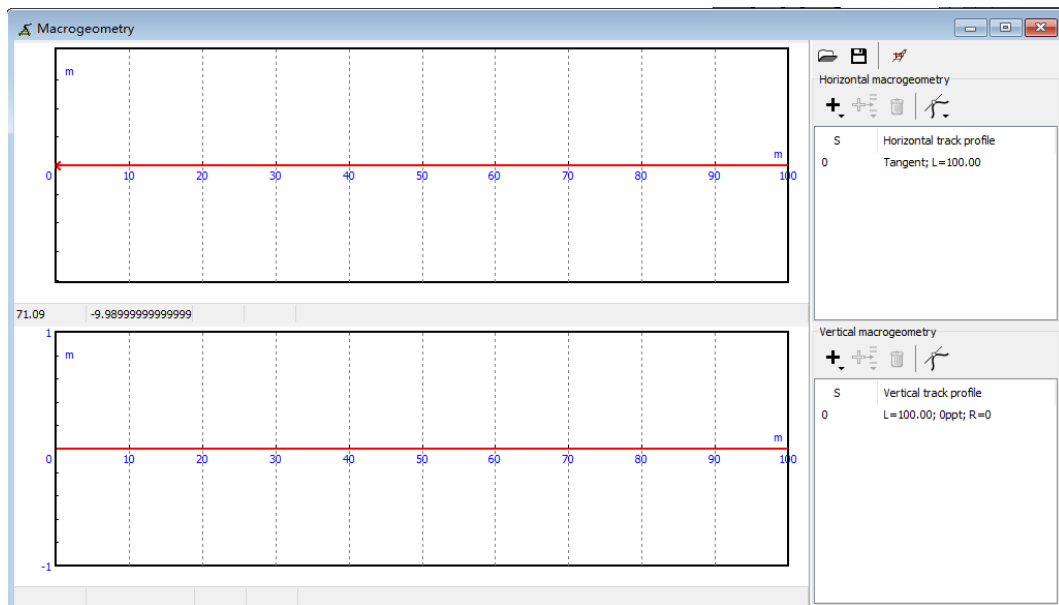

图 1.10
1. 选择主菜单 **Tools | Macrogeometry Editor | Railway or monorail track** 或点击工具栏图标，打开线形制作工具，如图 1.10 所示，系统缺省创建了 100m 的直线段。